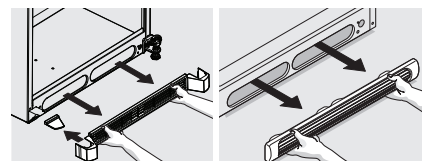

Figura 1
- 1 Extraiga la rejilla inferior (figura 1).